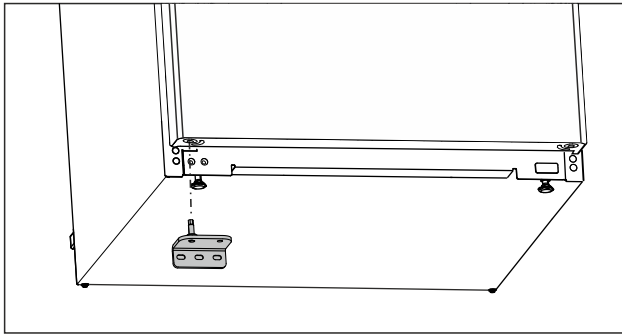

Fig. 20
- Placer le support de palier inférieur du côté opposé. (voir Fig. 20)